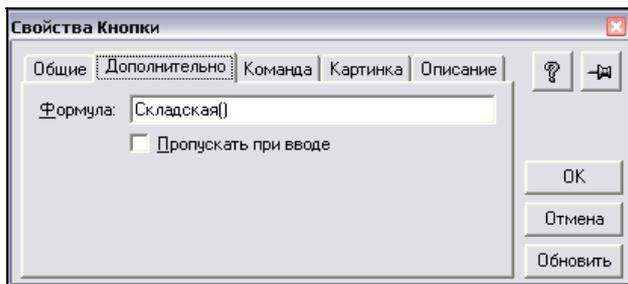

Рис. 5.91. Эта кнопка будет запускать на выполнение процедуру Складская ()
23. В свойствах новой кнопки на закладке **Общие** в поле **Заголовок** пишем **Складская**, на закладке **Дополнительная**, в поле **Формула** — **Складская()**, как на рис. 5.91.